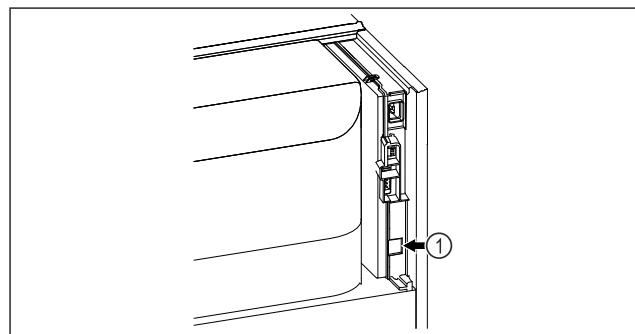

Fig. 127
- ❑ SmartModule Fig. 127 (1) on sisse pandud.